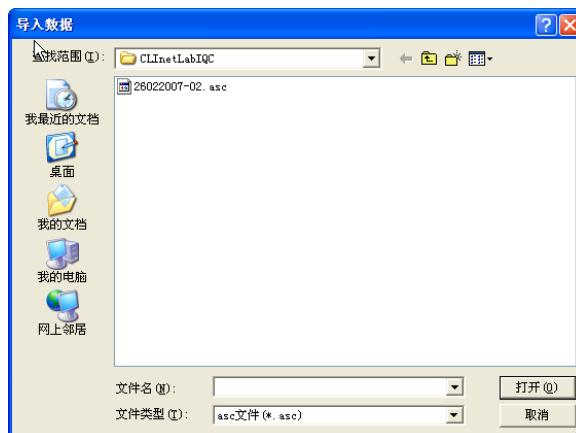

图 3-7-05
**C、**确定需要导入数据的仪器、方法等信息，选择日期、批号，点击“导入”，系统弹出如图 3-7-05 导入对话框。选中所需要导入的文件后，点击“打开”，即完成数据导入。